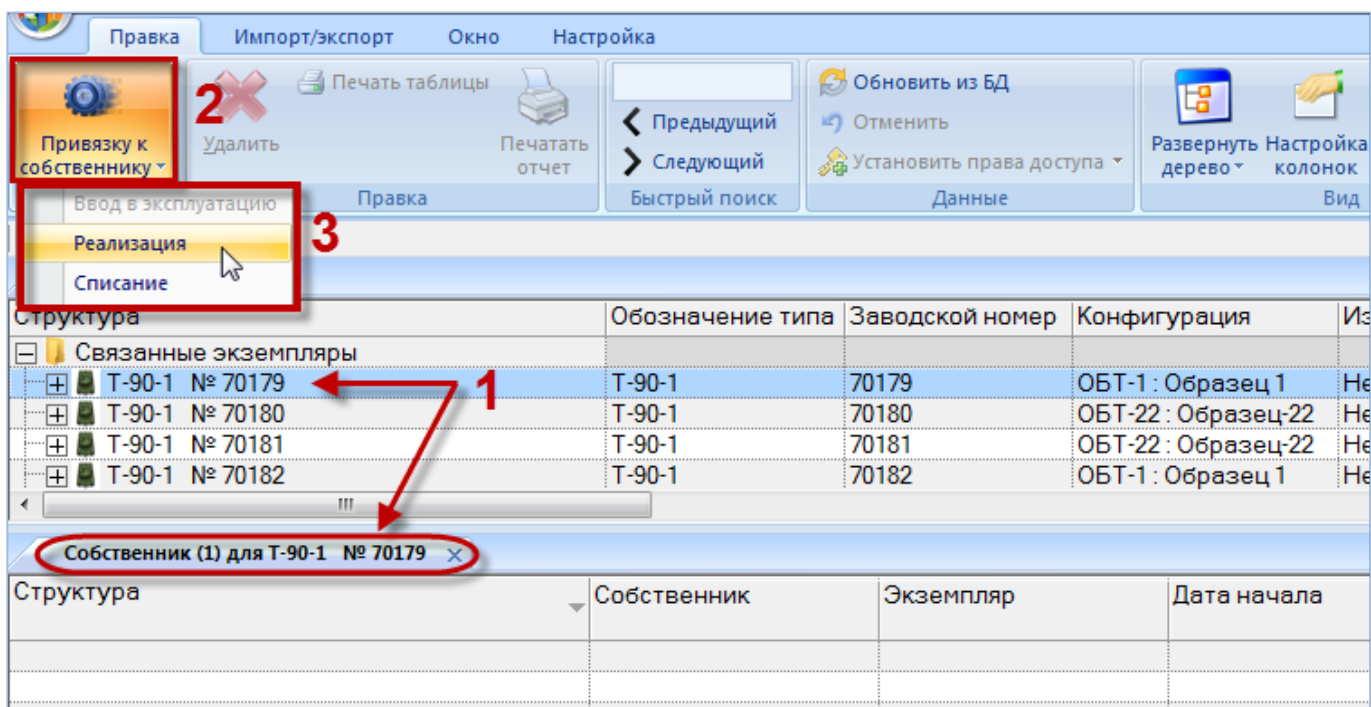

Рис. 22-10 – Создание привязки к собственнику
4) Открывается окно связанных объектов «Собственник» для выбранного экземпляра ФИ (1 на рис. 22-10).
5) Перейти в окно связанных объектов «Собственник», нажать кнопку «Привязку к собственнику» панели «Создать» и выбрать пункт «Реализация» в открывшемся меню (2 и 3 на рис. 22-10). Если у экземпляра ФИ в данный момент есть собственник, то доступны пункты «Реализация» и «Списание». Здесь под реализацией подразумевается смена собственника.